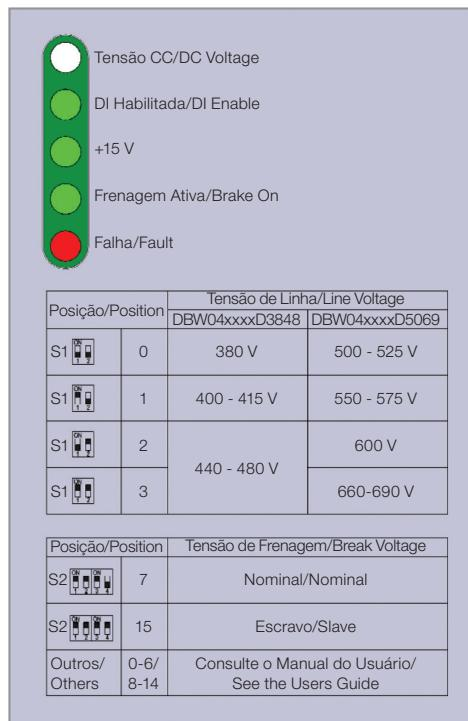

Figura 3.10: Informações disponíveis na parte frontal do módulo de frenagem DBW04
- Se necessário, utilize cabos blindados. A correta conexão da blindagem dos cabos é apresentada na Figura 3.10 na página 87.